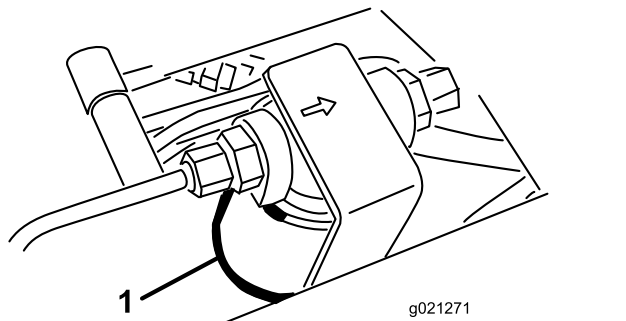
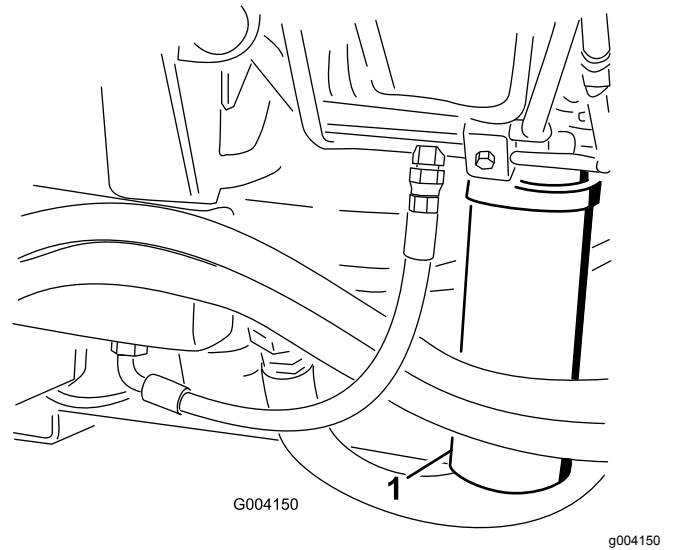

Figure 102
Figure 103
2. Nettoyez la surface autour de la zone de montage du filtre et placez un bac de vidange sous le filtre (Figure 102) et (Figure 103).